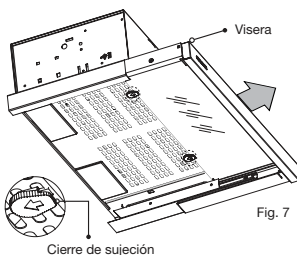

Fig. 7
• Tome la campana y desplace la visera hacia el frente, retire el soporte filtro, presionando los dos cierres de sujeción en el sentido que indican las flechas y hale hacia abajo, ver fig.7.